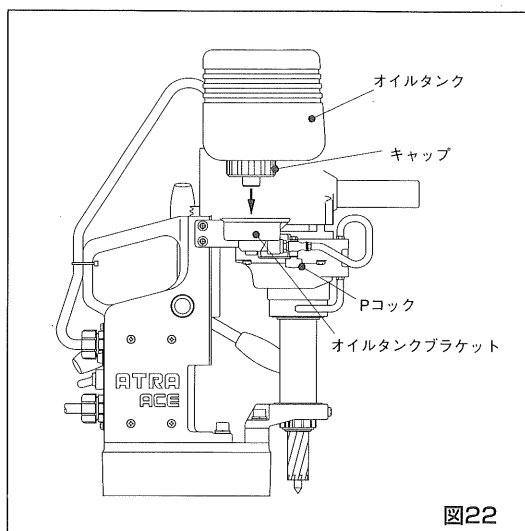

図22
- (1-3) オイルタンクはカートリッジ方式ですのでオイルタンクブラケットから取りはずして切削油を入れてください。この時切削油を本体にこぼさないよう、本体からはなれた場所に入れてください。なお、オイルタンクの取り付けはキャップ部分をオイルタンクブラケットに差し込んでください。(図22) 連続して穴あけ作業を行なう場合はオイルタンクをもう一組ご用意いただくと穴あけ途中で切削油が無くなってもオイルタンクを交換するだけで簡単に作業が続けられます。